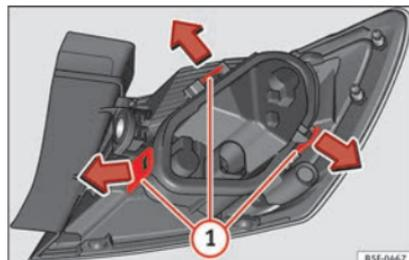

Fig. 112 Languettes de fixation au dos du feu arrière.
- Démontez la porte-ampoule » fig. 112 en déverrouillant les languettes de fixation ①.